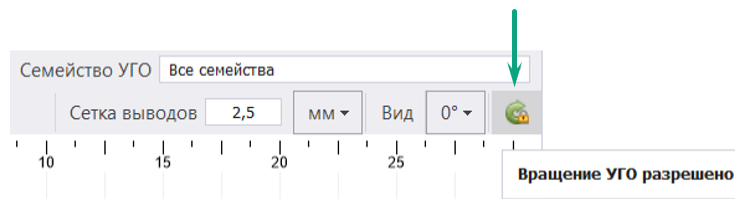

Рис. 152 Выключение запрета на поворот УГО
2. В редакторе УГО включить разрешение на поворот УГО, Рис. 152.